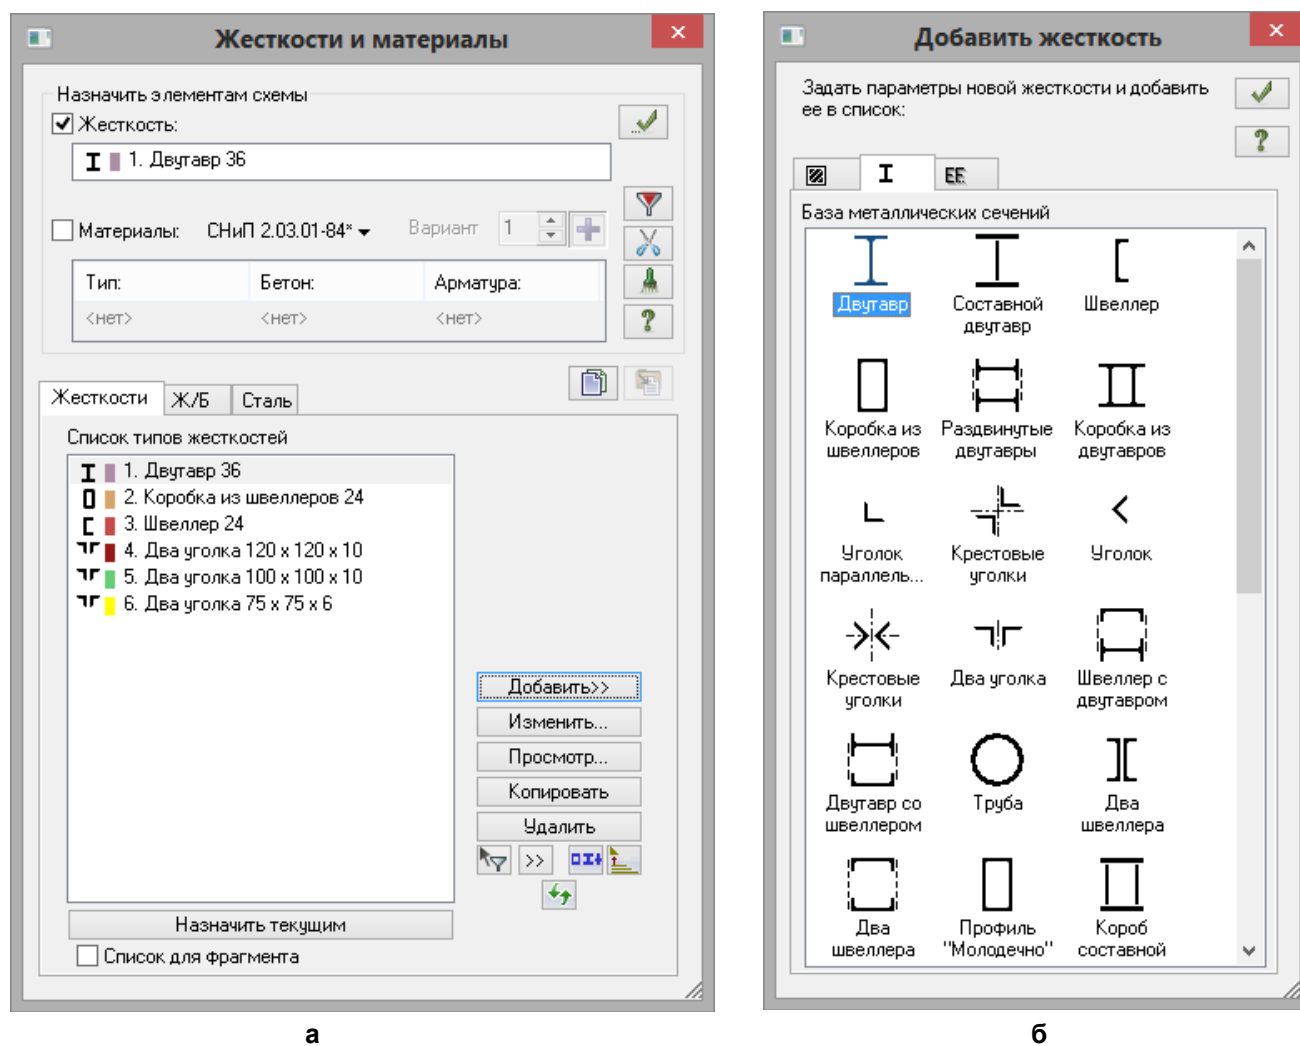

Рис.3.9. Диалоговые окна: а – Жесткости и материалы, б – Добавить жесткость
- Щелчком по кнопке  – **Жесткости и материалы** (панель **Жесткости и связи** на вкладке **Создание и редактирование**) вызовите диалоговое окно **Жесткости и материалы** (рис.3.9,а).
- В этом окне щелкните по кнопке **Добавить** и в появившемся окне **Добавить жесткость** (библиотеке жесткостных характеристик) щелкните по второй закладке **База металлических сечений** (рис.3.9,б).